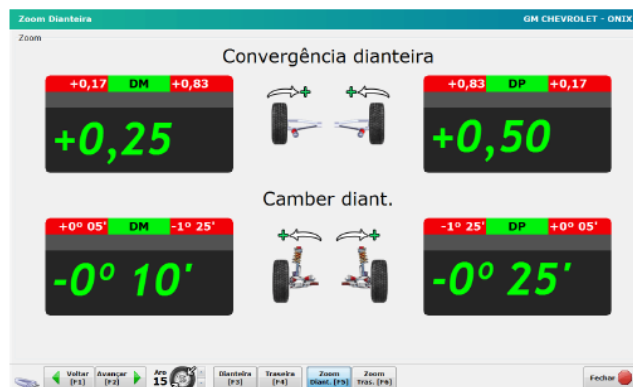

Figura 9 - zoom dianteira
- [F5] Tela de ajuste, Zoom Camber + Alinhamento Dianteiro. **Figura 9.**
Coloque as escalas de correção do volante bem encostado nas rodas traseira do veículo. Com o equipamento devidamente instalado vá até o Softeck FC e clique em Zoom Dianteira [F5], como na figura 9.
- Com o equipamento devidamente instalado vá até o Softeck FC e escolha a tela de Zoom Dianteira [F5]. **Figura 9.**